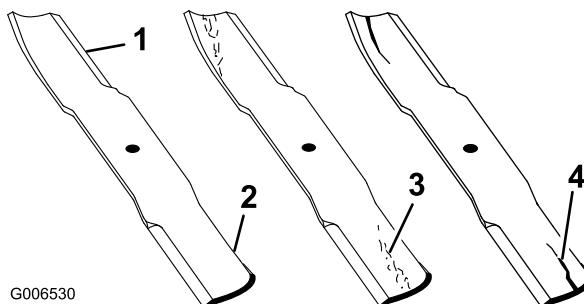

Figura 25
4. Examine cuidadosamente as extremidades da lâmina, prestando especial atenção à zona onde se encontram as partes curvas e planas da lâmina (Figura 25).
Nota: Verifique o estado da lâmina antes da operação de corte, pois a areia e outros materiais abrasivos podem ter desgastado o metal que liga as partes curva e plana da lâmina. Se notar algum desgaste (Figura 25), substitua a lâmina; consulte Retirar a lâmina de corte.
Se a lâmina continuar a sofrer este tipo de desgaste irá formar-se uma ranhura entre a parte curva e a parte plana da lâmina (Figura 25). Eventualmente, pode soltar-se algum pedaço da lâmina e projetar-se, ferindo-o a si ou a qualquer pessoa próxima.